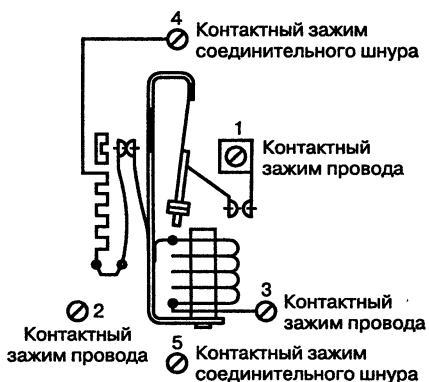

Рис. 9.10. Схема пускозащитного реле типа ДХР
- ♦ к зажимам 1, 2 и 3 (рис. 9.10) присоединяют провод от проходных контактов кожуха мотора-компрессора (от обмоток электродвигателя);